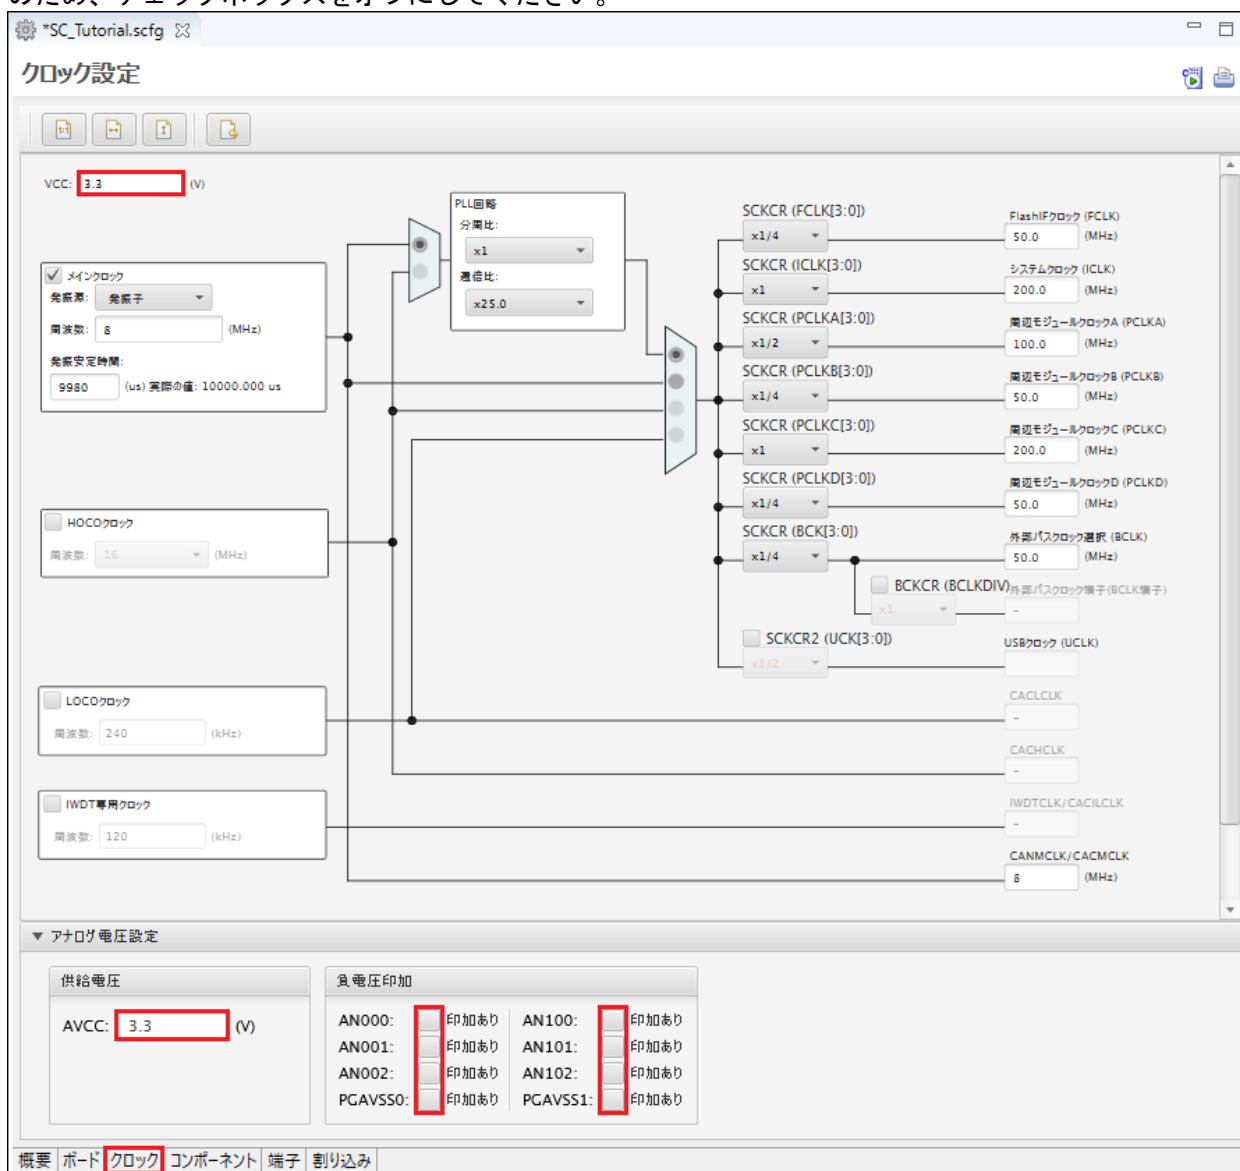

図 4-5: クロック設定
スマート・コンフィグレータのクロック設定を図 4-5 に示します。‘クロック’タブをクリックしてください。図のように設定値を入力してください。チュートリアルでは、クロック発振源に本 CPU ボード搭載の 8MHz 水晶発振子を使用します。メイン・システム・クロック (fMAIN) に‘PLL 回路’を選択します。VCC とアナログ電圧設定の AVCC を 3.3(V) としてください。また、アナログ電圧設定の負電圧印加は未使用のため、チェックボックスをオフにしてください。